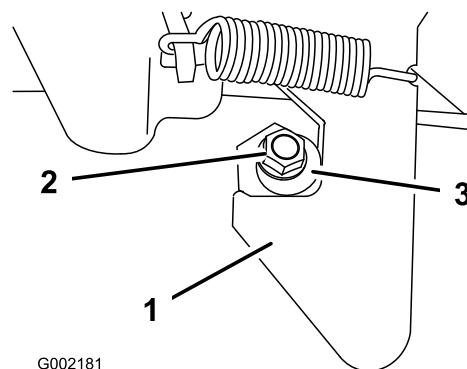

Figure 49
1. Desserrez le contre-écrou au bout de l'ergot de verrouillage (Figure 49).
2. Tournez l'ergot de verrouillage dans le sens horaire jusqu'à ce qu'il soit bien serré contre la partie en crochet du verrou (Figure 49).